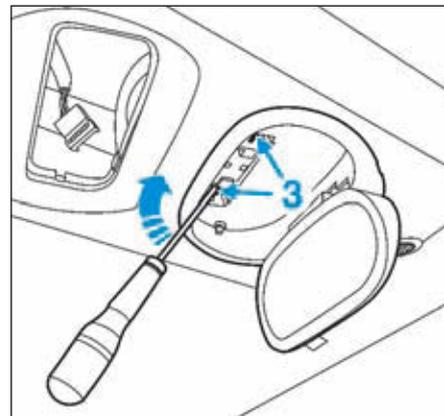

FIG.46
- le support de rétroviseur (3) (Fig.46).